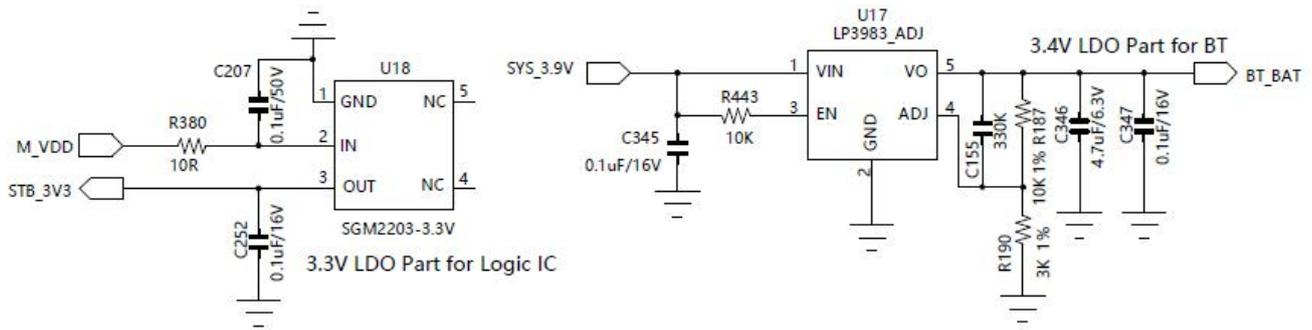

Figura 13
**REGULADORES DE STANDBY E 3,4 V (FIGURA 13)**